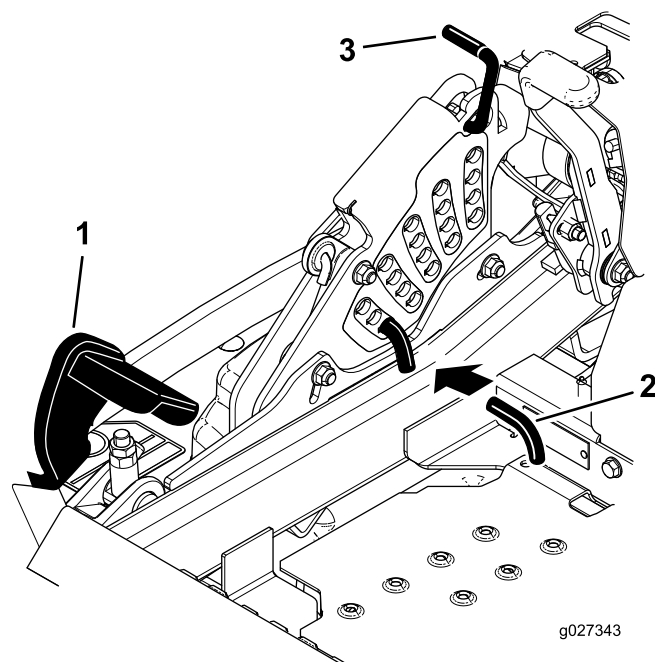

Figura 93
5. Pressione por completo o pedal de elevação da plataforma e a plataforma vai trancar na posição de transporte de 14 cm (Figura 93).